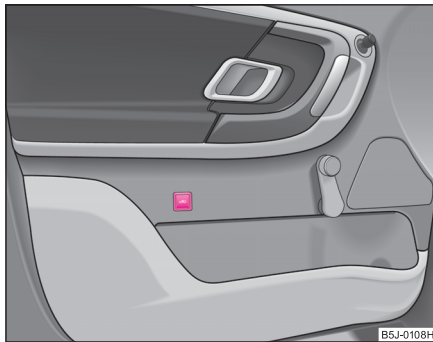

Abb. 28 Taste der Innenraumüberwachung
- Drücken Sie die Taste  an der Fahrertür ⇒ Abb. 28.